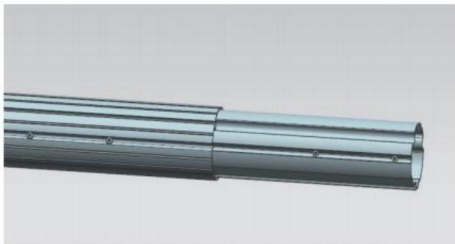
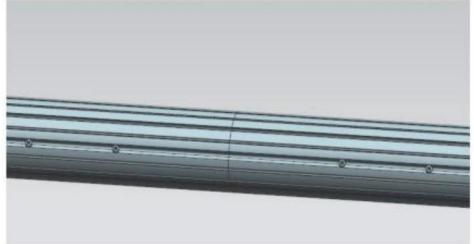

Figura D8
Figura D9
3.4 Estrarre i tubi di collegamento da entrambe le estremità della bobina centrale verso il rosso posizione limite e assemblare l'estremità sinistra e destra del tubo. Fissare la connessione con la vite A. (Figura D8, Figura D9)